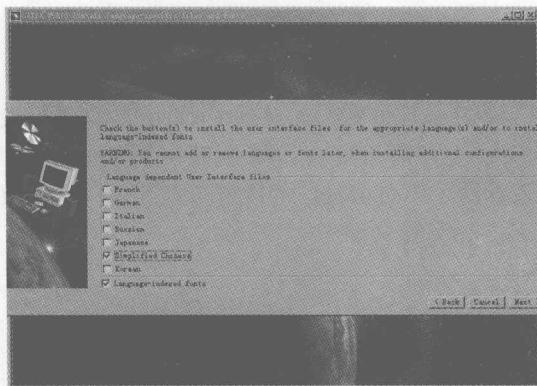

图 1-5 安装提示界面 5
- (5) 选择手动安装类型后单击 Next 按钮，出现如图 1-5 所示的软件操作语言提示框，选择需要的操作语言。